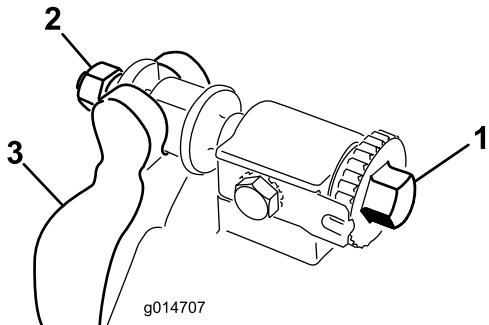

図 17
- ベッドバー調整ネジを左に回してベッドナイフとリールの接触をなくす（図 17）。